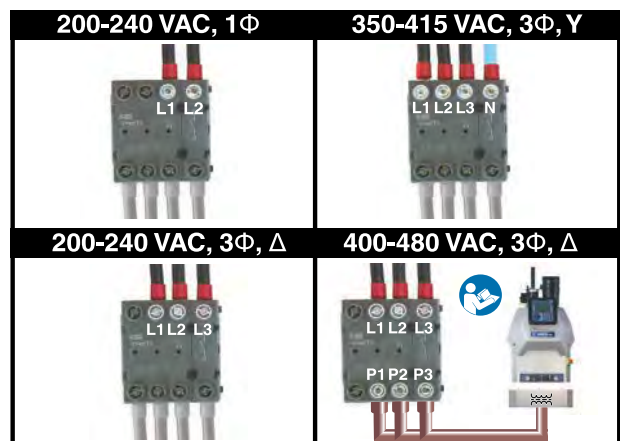

ABB. 14
7. Die Eingangsleiter anschließen wie abgebildet in ABB. 14. Nicht alle Modelle verwenden alle 4 Drähte.